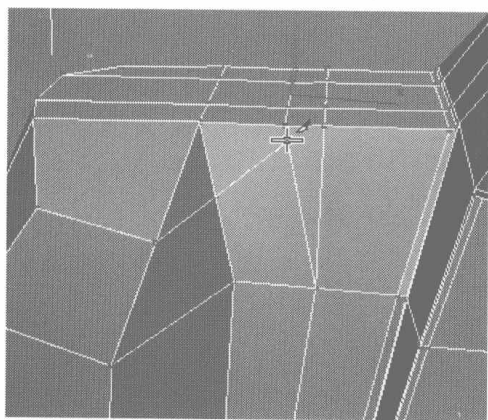
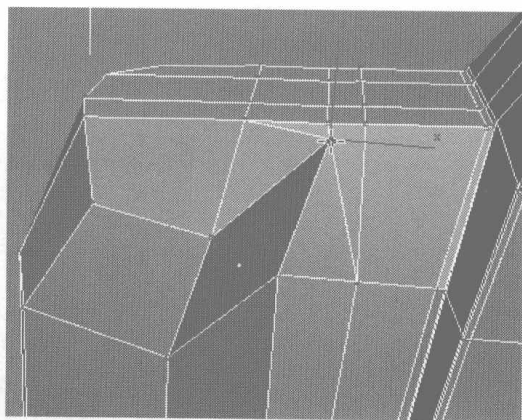

图 6.45
图 6.46
- 03 在 Edit Geometry 卷展栏中单击 **Cut** 按钮，在 Perspective 视图中如图 6.45 所示的位置添加细分线，然后在 Edit Vertices 卷展栏中单击 **Target Weld** 按钮，焊接添加边线后如图 6.46 所示的两个节点。